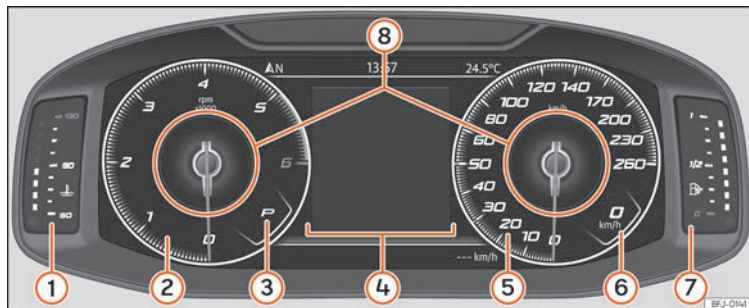

Abb. 67 SEAT Digital Cockpit in der Schatttafel (klassische Ansicht).
In der **klassischen** und in der **Navigations-** Ansicht können die angezeigten Informationen in den **Informationsprofilen** » **Abb. 67** ⑧ personalisiert werden.
Die Zeiger der Umdrehungen pro Minute und der Geschwindigkeitsmesser werden über die gesamte Länge angezeigt »» **Abb. 67**.